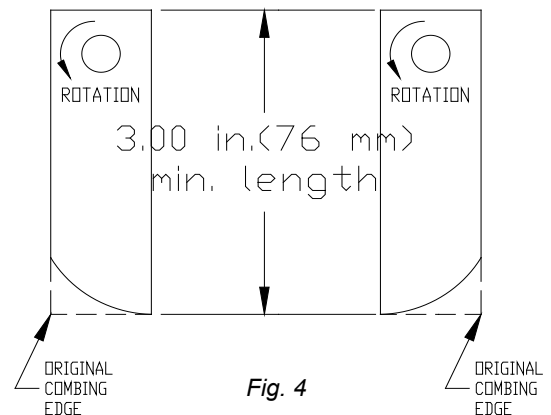

Fig. 4
4. Verificare lo stato di usura delle lame e sostituirle tempestivamente in caso di deformazioni o incrinature. Misurare la lunghezza complessiva della lama. (Vedere Fig. 4)